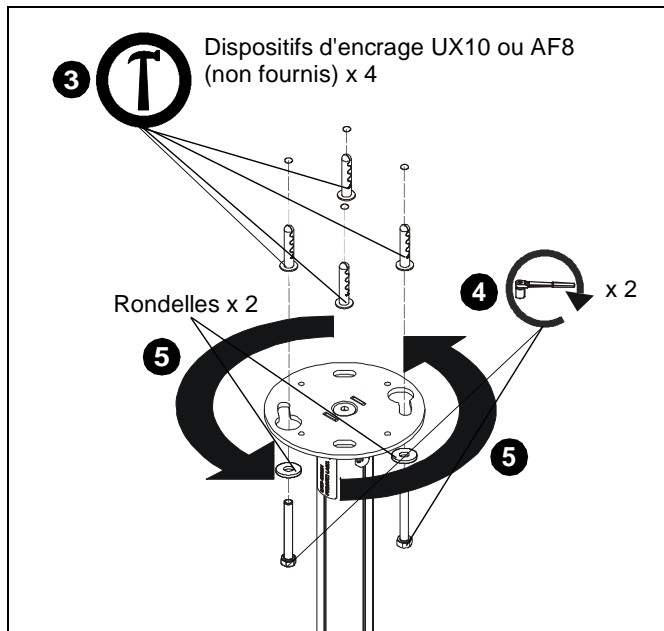

Figure 8
3. Installez quatre dispositifs d'encrage UX10 ou AF8 dans quatre trous percés. (Voir la Figure 8)
4. Installez librement les deux boulons 8 mm x 7 mm (5/16" x 2 3/4") (non fournis) à travers deux rondelles plates de 8 mm (5/16") (non fournies) dans les dispositifs d'encrage opposés. (Voir la Figure 8)
5. Placez la plaque pour plafond jusqu'au plafond et tournez jusqu'à ce que les boulons fixent la plaque en position. (Voir la Figure 8)